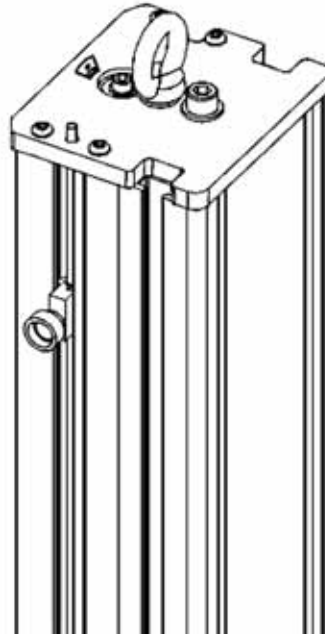

Figura 10. Bullone a occhiello per il sollevamento del telaio
7. Inserire il gancio della gru nel bullone a occhiello sulla parte superiore della colonna del telaio Figura 10 a pagina 60.
Per alcuni sistemi, il bullone a occhiello viene rimosso prima della spedizione. In questo caso, il bullone a occhiello viene consegnato in una busta all'interno di una delle scatole chiuse, generalmente in quella che contiene la documentazione del sistema. Avvitare il bullone a occhiello in cima alla colonna del telaio, come mostrato in Figura 10 a pagina 60.